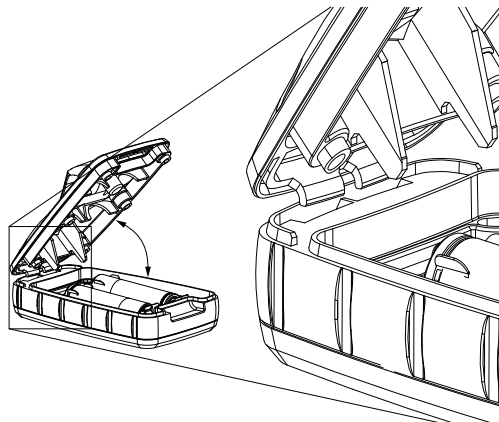

Abb. 12. Rückseite der Abdeckung in ihrer Position
2. Die Abdeckung vorsichtig entfernen, indem die Vorderseite der Batterieabdeckung angehoben wird (siehe Abb. 12).